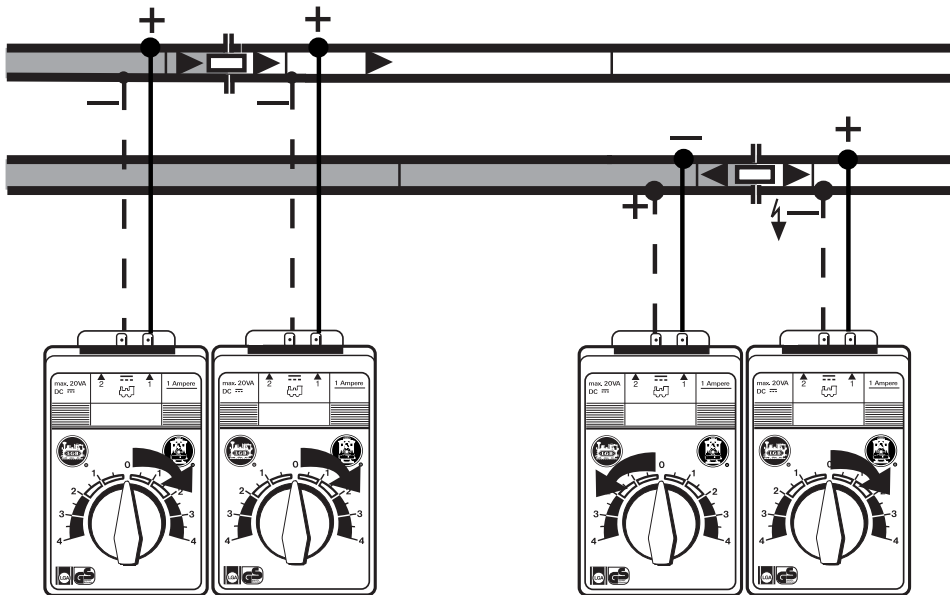

Bild 3, III. 3, Fig. 3
- Mit einem Trenngleis (10152) und zwei LGB-Trafos können Sie zwei isolierte Streckenabschnitte bauen. Dann können Sie zwei Loks unabhängig voneinander fahren lassen (*Bild 3*).
- À l'aide d'une voie de séparation (10152) et de deux transformateurs LGB, vous pouvez constituer deux sections de ligne isolés. A présent, vous pouvez faire rouler deux locomotives simultanément et les commander indépendamment l'une de l'autre (*Fig. 3*).